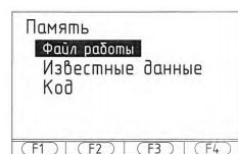

Рисунок 6 - Режим «Память»
- б) нажимают на клавишу [F3] — входят в режим «Память» (рис. 6).